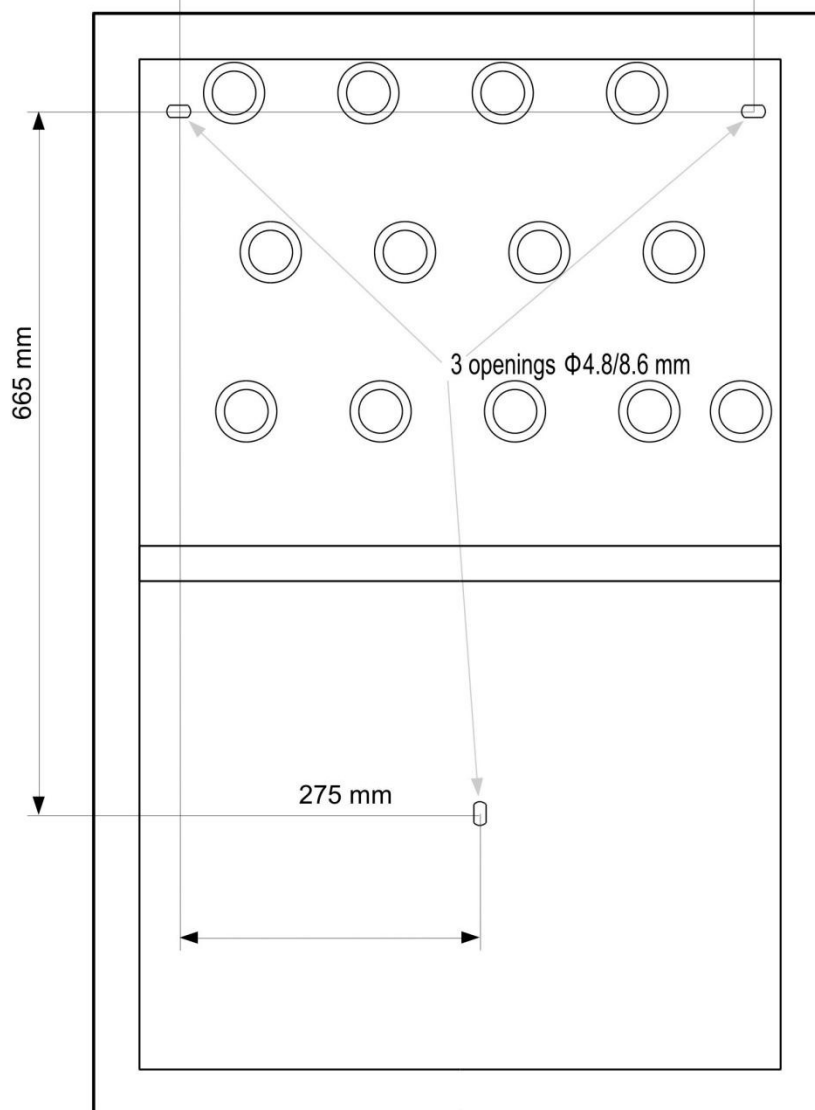

Fig. 8.1.2 Panou de control UCS (carcasă de la 32 A la 64 A) fixare
- ar trebui să fie așezate pe un teren stabil lângă perete și montate pe acesta; sau trebuie montat pe perete cu trei șuruburi M8 și șuruburi de ancorare de expansiune cu diametrul la min. 12 mm - carcasă de la 32 A la 64 A (fig. 8.1.2).